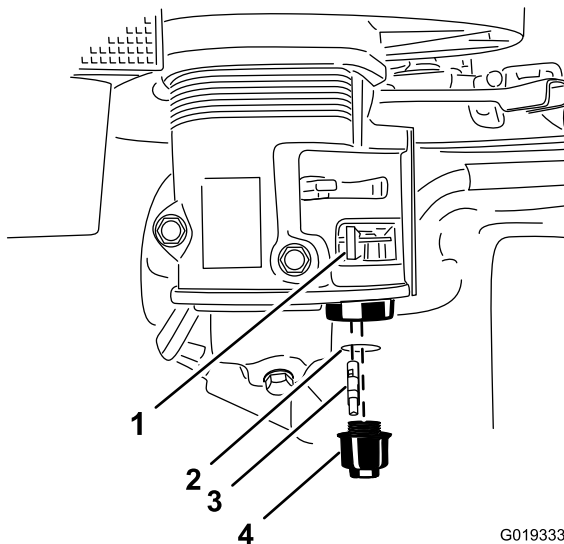

Figure 41
3. Tournez le robinet d'arrivée de carburant complètement à gauche en position FERMÉE (Figure 41).
4. Dévissez la cuvette de décantation (Figure 41).
5. Déposez et conservez le filtre à carburant et le joint torique (Figure 41).
8. Posez le filtre à carburant au fond du carburateur (Figure 41).